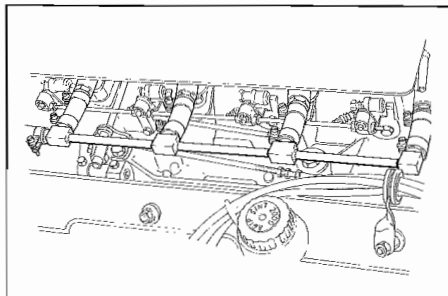
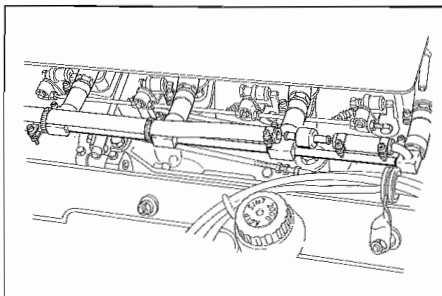

Fig. 15 - Manicotti (Europa)
Fig. 16 - Manicotti (USA)
- Aprire le fascette e sfilare i manicotti di mandata e di ritorno benzina (**Fig. 15**- EUROPA - **Fig. 16**- USA).
- Open clamps and withdraw fuel delivery and fuel return manifolds (**Fig. 15**; EUROPE - **Fig. 16**; USA).